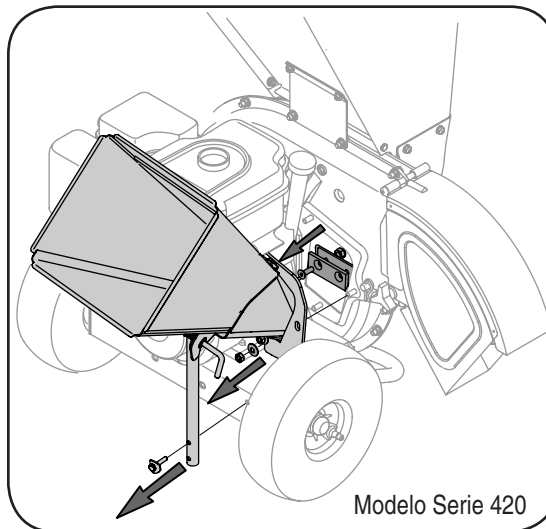

Figura 5-2
- a. Quite la abrazadera de apoyo de tolva chipper del marco quitando los dos cerrojos de maleficio y arandelas de silla que lo aseguran. Ver la Figura 5-2.
- b. Para sacar el canal de la cortadora saque las tres tuercas hexagonales y las arandelas que lo aseguran a la caja del motor. Vea la Figura 5-2.